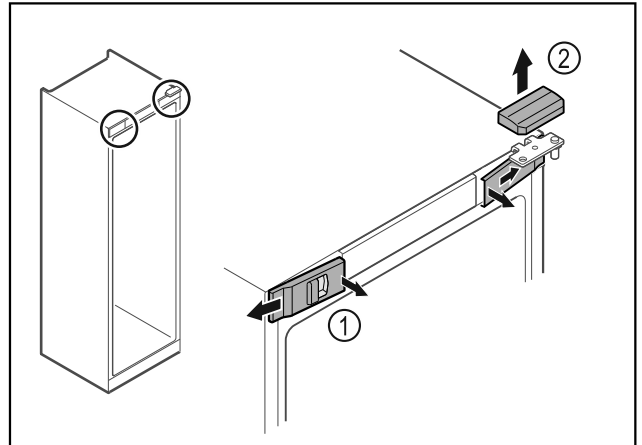

Fig. 9
- ▶ Vordere Abdeckungen Fig. 9 (1) innen austrasten und zur Seite abnehmen.
- ▶ Obere Abdeckung Fig. 9 (2) nach oben abnehmen.